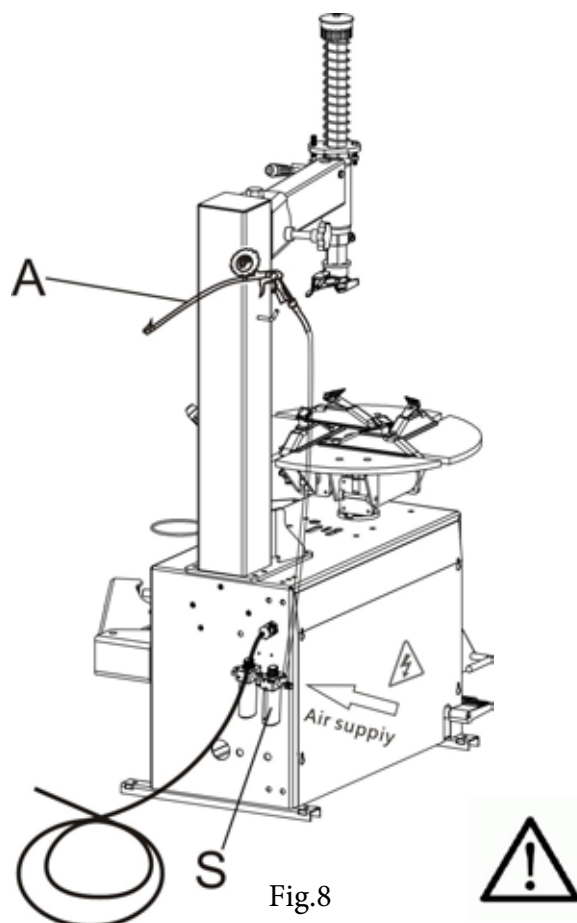

Fig.8
- Connexion pneumatique: Branchez le pistolet de gonflage A à l'accouplement situé à la place du filtre à air S; Positionner le pistolet de gonflage au crochet situé sur la colonne (comme Fig.8); Connecter l'alimentation en air comprimé au raccord situé entre le dispositif de lubrification et le filtre à air (comme la figure 8).